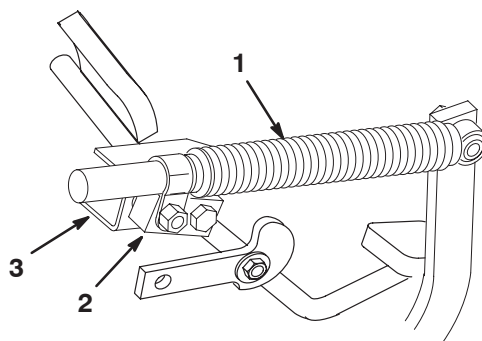

Figure 61
2. Desserrez le contre-écrou de fixation du pivot d'amortisseur au support d'amortisseur (Fig. 61).